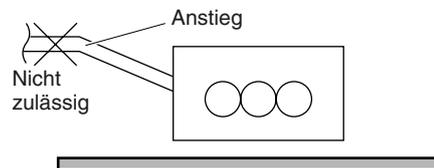

**Abb. 3-142**
- Keinen Entlüftungshahn anbringen, da dies zu einem Herausspritzen von Wasser aus der Ablaufleitungsöffnung führen kann. (Abb. 3-142)